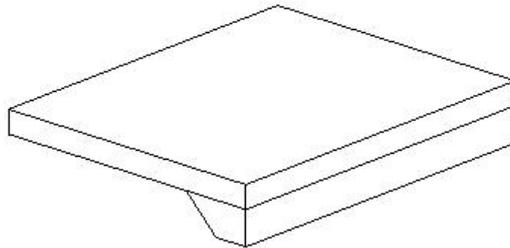

图 4-29 楼板边缘
- 点击“建筑”选项卡“构建”面板中“楼板”下拉列表，选择“楼板：楼板边缘”工具。高亮显示楼板水平边缘，并单击鼠标以放置楼板边缘。也可以单击模型线。单击边缘时，Revit 会将其作为一个连续的楼板边缘。如果楼板边缘的线段在角部相遇，它们会相互斜接。创建的楼板边缘见图 4-29。